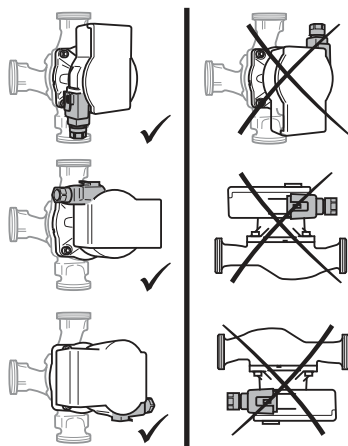

Fig. 2: Positions de montage
- Choisir un emplacement de montage conforme à la position de montage autorisée (Fig. 2).
- Respecter la position de montage autorisée (Fig. 2) pour le circulateur, le cas échéant, faire pivoter la tête du moteur (2 + 6).
**Orientar la vanne d'arrêt supérieure de manière à ce que l'eau qui s'échappe ne goutte pas sur l'automatisme de commande (6).**
- Maintenir la tête du moteur (2 + 6) et dévisser les 4 vis du corps (5).
- Respecter la position de montage autorisée (Fig. 2) et la flèche de sens d'écoulement figurant sur le corps du circulateur (1).
- Visser les 4 vis du corps (5).